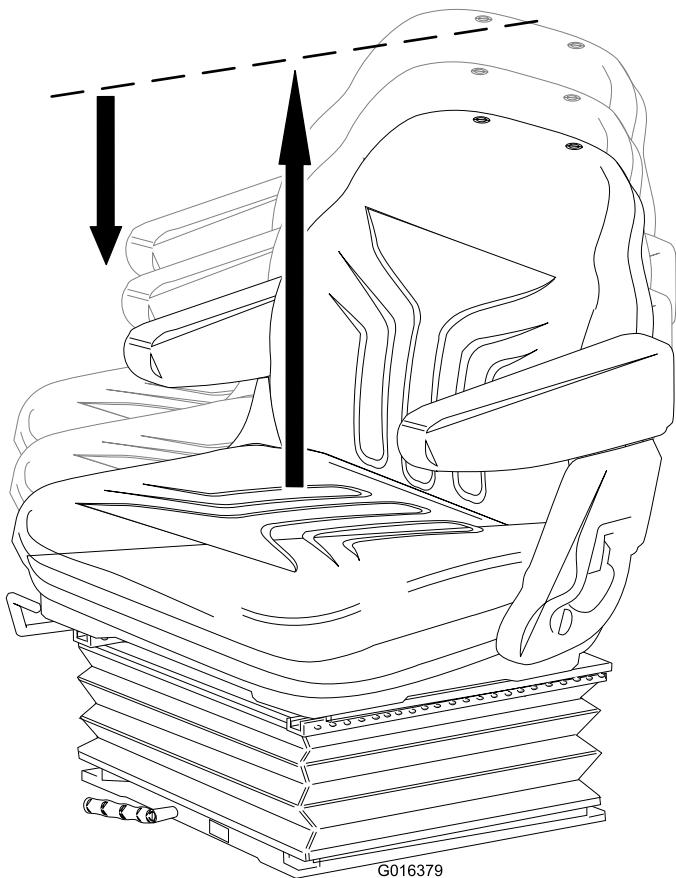

Figura 24
- Levante el asiento manualmente para ajustar su altura (Figura 24).